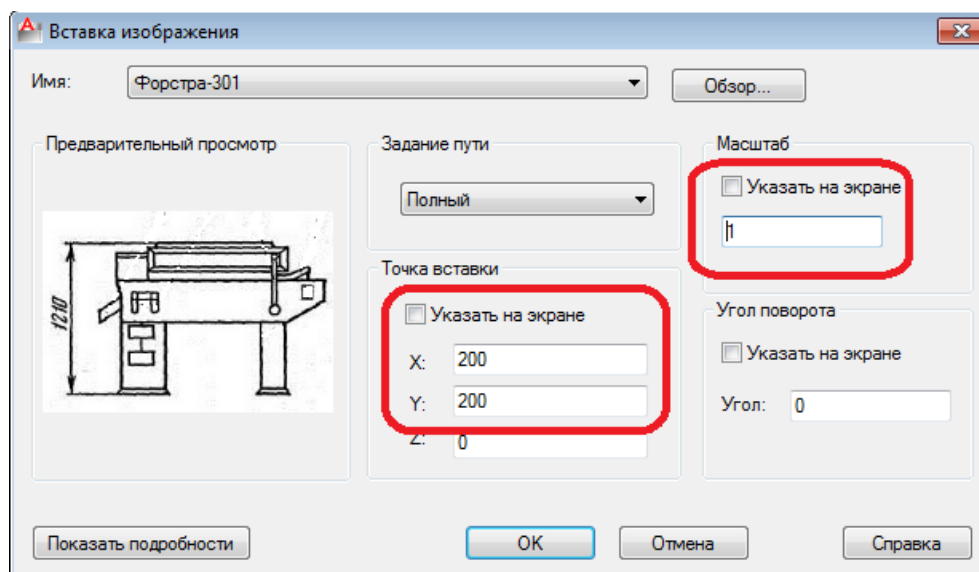

Рисунок 11.3
- указать Масштаб = 1 (рис. 11.3);